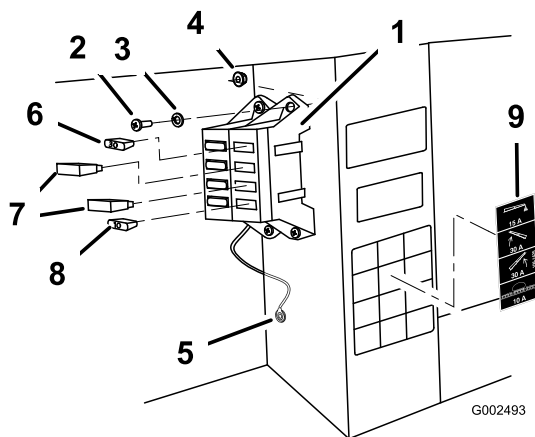

Figure 8
5. Connectez le fil de masse noir au boulon de 1/4 pouce à l'intérieur du châssis du véhicule au moyen de la rondelle en étoile (Figure 8).
7. Montez la boîte à fusibles et le faisceau sur le châssis à côté de la boîte à fusibles existante, à l'aide des deux vis (N° 10-24 x 3/4") et deux contre-écrous (N° 10-24) comme illustré à la Figure 8.
- A. Montez le fusible 30 A dans les emplacements des fusibles de levage de rampes droite et gauche (Figure 8).
- B. Montez le fusible de 10 A dans l'emplacement du fusible d'alimentation du système de pulvérisation (Figure 8).